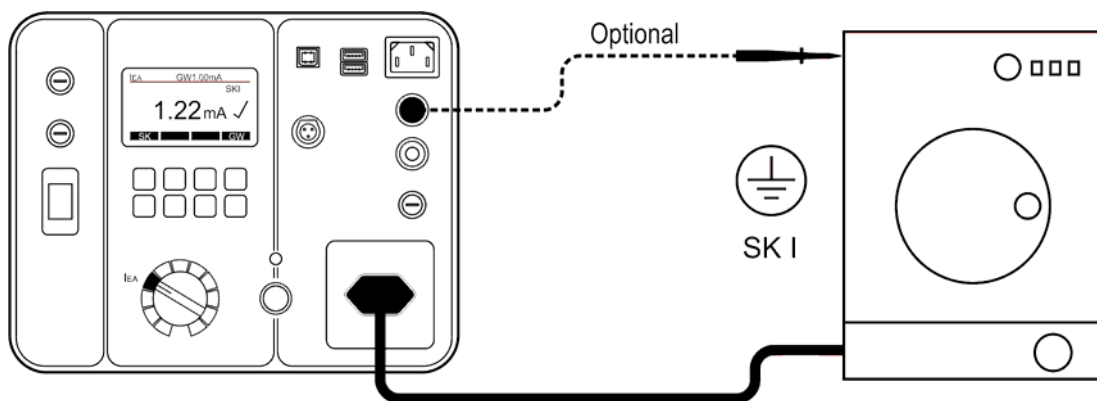

Abb. 17: Anschluss für die Ersatzableitstrommessung bei einem Prüfling der Schutzklasse I
- Verbinden Sie den Prüfling und die Messleitung entsprechend der Abbildung 17 oder 18, abhängig von der Schutzklasse (SK).